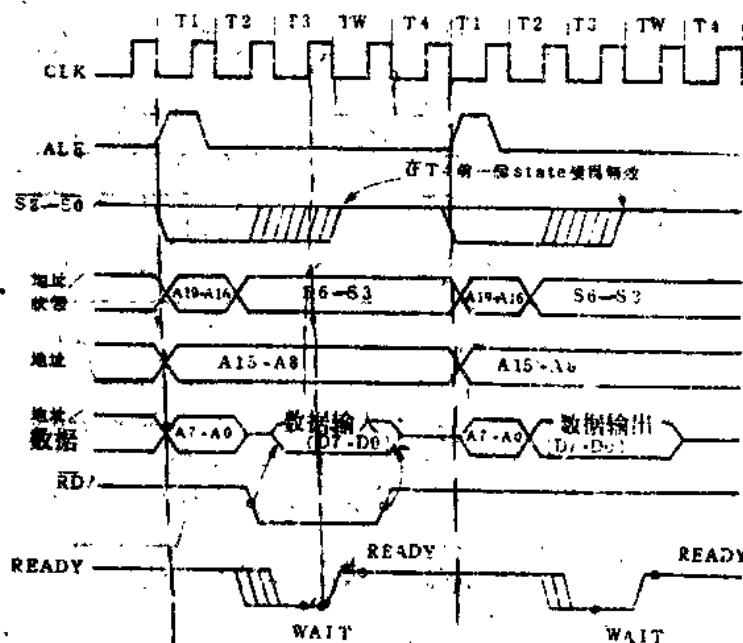

图 1-9 基本系统时序
每个处理器总线周期至少包含 4 个 CLK 周期 (参考图 1-9)。我们用 T1、T2、T3 和 T4 来表示这 4 个 CLK 周期。在 T1，地址由处理器发出而数据的传送则发生在 T3 和 T4 之间。T2 主要在 read 周期中用来改变总线方向的。如果在周期运行时，被 CPU 寻址到的设备不能在 4 个 CLK 时钟内完成 (“NOT READY”)，它可以控制 READY 信号，使 “wait” states (TW) 能够插在 T3 和 T4 之间。每个插入的 “wait” state 时间都和 CLK 周期时间相同。如果 8088 在相邻两个总线周期内不使用总线，则这些 CLK 周期称为 “idle” states (TI)。在这些周期里，8088 完全执行内部的运算。